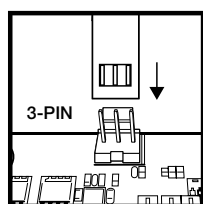

Figure 1
- > Connectez le câble tachymètre de la pompe au cavalier CPU_FAN de votre carte mère (Figure 1).